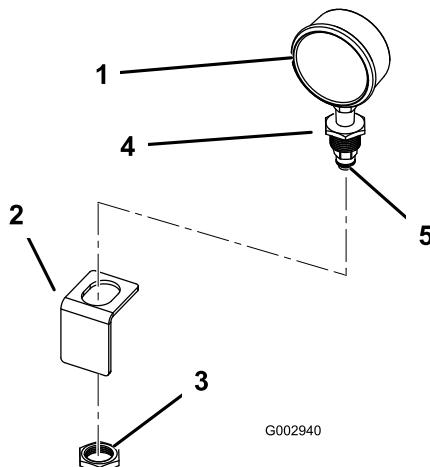

Figura 22
1. Avvolgete del nastro di Teflon in senso antiorario attorno ai filetti del raccordo dell'indicatore e montate il riduttore sull'indicatore (Figura 22).
- 2. Montate il raccordo nero in plastica nel riduttore presente sull'indicatore (Figura 22).
- 3. Montate l'indicatore della pressione nella staffa sottostante l'apertura circolare, all'interno del coperchio della scatola di comando, e fissate con il dado a corredo (Figura 22).